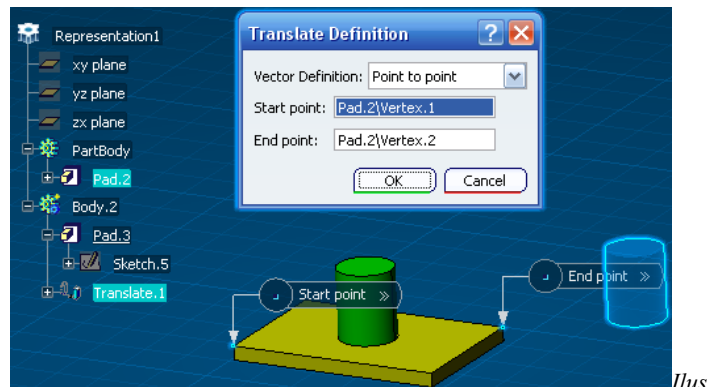

Ilustración 272: Ejemplo de traslación punto a punto.
2) *Point to point*: Se selecciona el cuerpo, se ejecuta la operación y en la ventana de definición se eligen los dos puntos que van a marcar el desplazamiento. La dirección del movimiento será la línea que une los dos puntos seleccionados, y la distancia del desplazamiento, será la existente entre esos dos puntos. Todo esto se puede observar en la Ilustración 272.